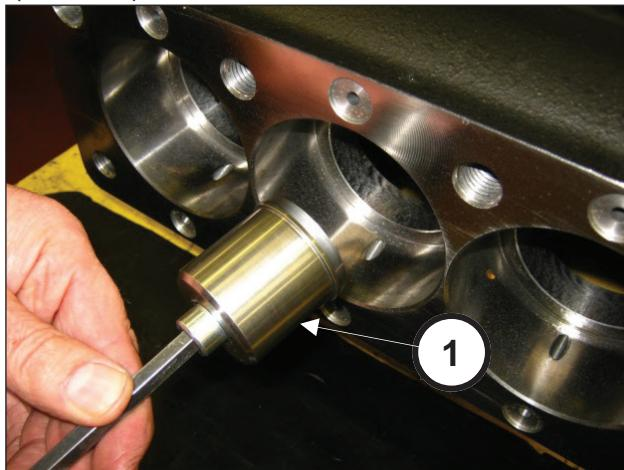

图 34
插入工具 (①, 图 34) 并将其拧紧到阀杆上，直至拧到底 (①, 图 35)。
锁定三个组件，可利用代码为27566200的工具(①, 图 34)。预装曲轴的轴承内环（从轴的两侧，直至到底），可利用代码为27604700的工具(①, 图 47)(①, 图 48)。